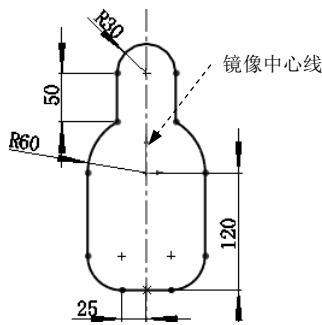

图 4.15.7 镜像草图实体
Step3. 定义镜像中心线。在“镜像”对话框单击  后的文本框，然后根据系统 **选择镜向所绕的线条或线性模型边线或平面实体** 的提示，选取如图 4.15.7 所示的构造线为镜像中心线。
Step4. 在“镜像”对话框中单击  按钮，完成草图实体的镜像操作，如图 4.15.7 所示。